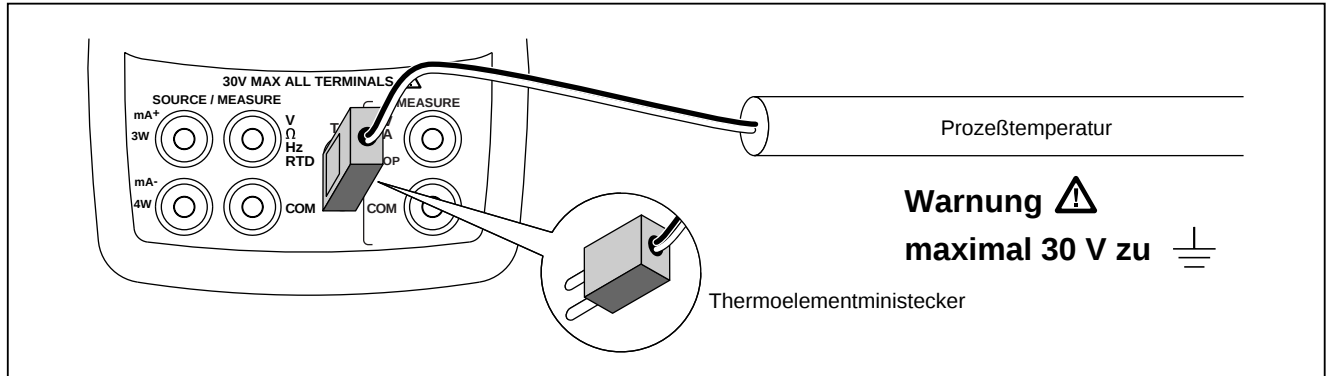

Abbildung 9. Messen von Temperatur mit einem Thermoelement
1. Die Thermoelementleiter gemäß Abbildung 9 mit dem geeigneten Thermoelementministecker verbinden und dann in die TC-E/A-Buchse des Kalibrators einstecken. *Einer der beiden Steckerstifte ist breiter als der andere. Auf korrekte Stiftausrichtung achten, und keine Kraft anwenden.*